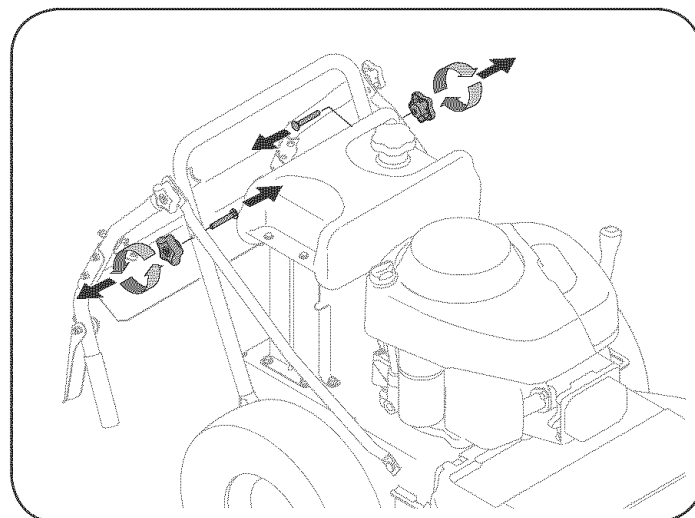

Figura 2
1. Retire las perillas en estrella interiores y los tornillos del carro de la manija inferior, Figura 2.